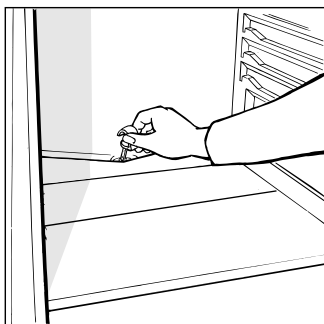

Fig. 2
I kjøledelen vil tiningen skje automatisk og vannet blir samlet ved hjelp av en ledsager til et hull (fig. 2) og ført til avløp bak i skapet hvor det vil fordampe ved varmen som utvikles av kompressoren. Det anbefales å rengjøre ledsageren periodevis, holde hullet, som befinner seg bakom grønnsaksuffen, fri for avløpet så at vannet vil kunne renne ut.
- om tinevannets avløpsåpning ikke er tilstoppet (se fig. 2).